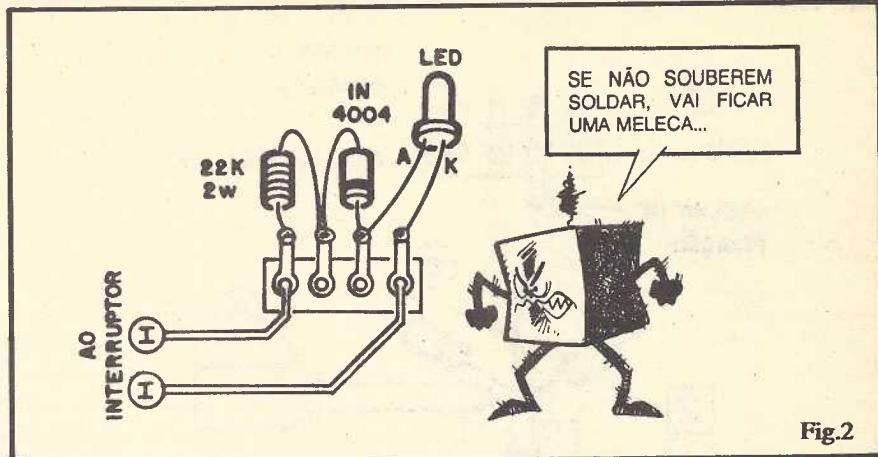

Fig.2
- FIG. 2 - A montagem do PILOTO P/INTERRUPTOR DE PAREDE, no sistema de ponte de terminais soldáveis, fica (como é fácil de ver pela figura...) "igualzinho" à montagem "sem solda" original! Como o projeto ilustrado é muito simples (apenas 3 componentes...) acreditamos que constitui excelente "primeiro exercício" para o Leitor/Aluno, nesse sistema de montagem que precede os métodos mais "avançados", a serem estudados no devido momento... **NÃO ESQUECER** do aspecto "isolação", que **CONTINUA** importante na montagem, uma vez que o conjunto deverá funcionar acoplado a fiação de C.A. domiciliar (110V). Assim as partes metálicas "sobrantes" dos terminais dos componentes devem ser recobertos por **espagueti** plástico, para uma boa proteção. Para fixação do conjunto ao interior da caixa do interruptor de parede, convém primeiro prender a barrinha com o circuito sobre um "taquinho" de madeira, fixando **este** posteriormente, à caixa. **NÃO USAR**, para fixação, uma das eventuais "orelhas" da ponte, diretamente em contato com a superfície interna da caixa do interruptor, SE ESTA FOR METÁLICA (se for das modernas caixas em plástico, tudo bem...)